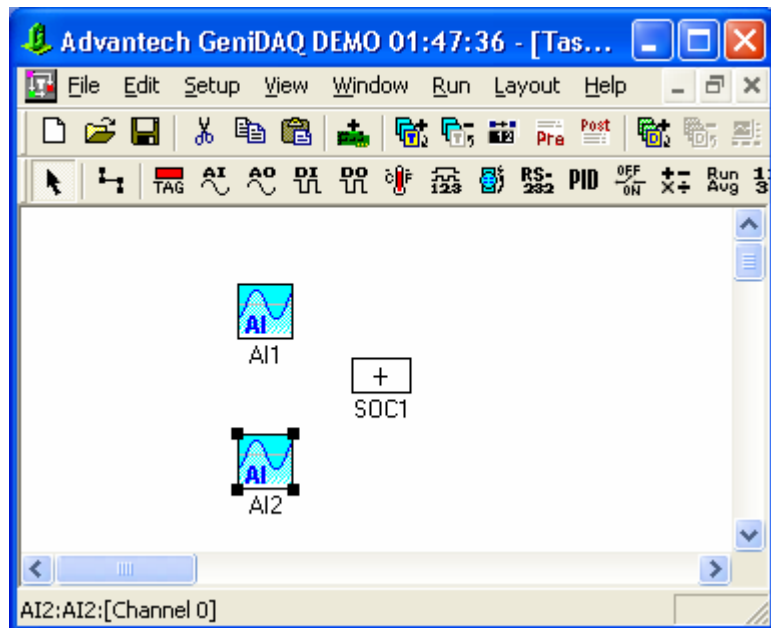
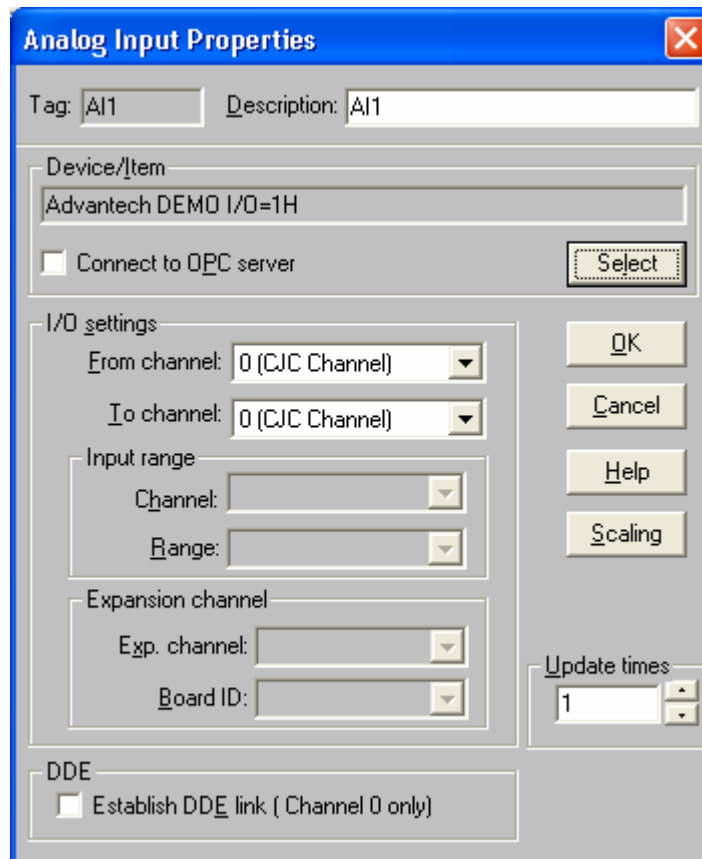

Рис. 4.30. Окно редактора задач с блоками аналогового ввода и блоком сложения
Рис. 4.31. Конфигурация блока аналогового АИ
3. *Третье действие.* В окне редактора задач добавьте два блока аналогового ввода с позиционными обозначениями **AI1**, **AI2** соответственно и блок сложения **Single Calculation** (рис. 4.30). Настройте блоки аналогового ввода в соответствии с рис. 4.31 и 4.32.